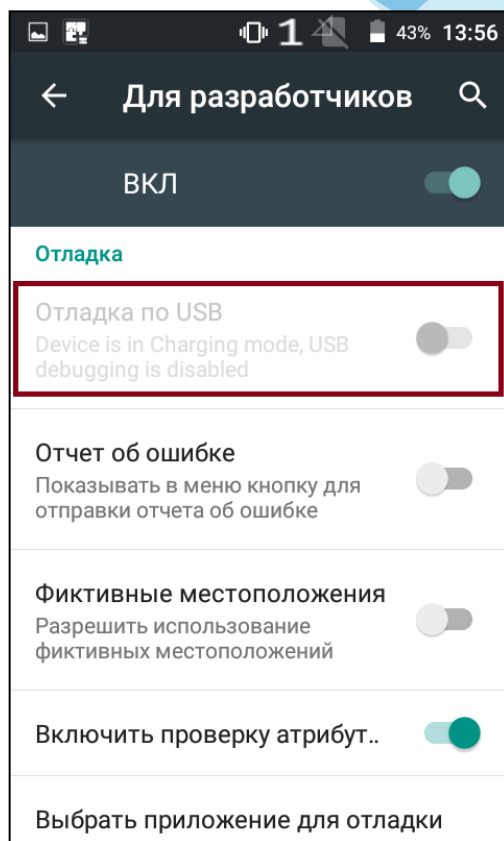

Рис. 4.6 - Отладка по USB
- 4) Поставить флажок (Рис. 4.6);